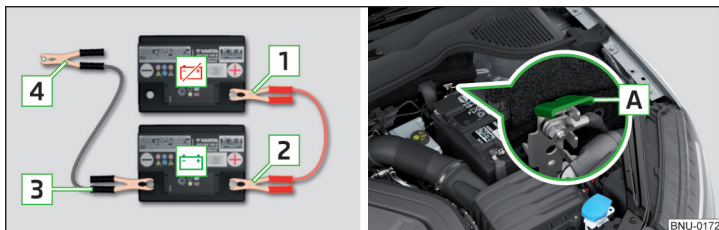

Fig. 326 Démarrage assisté : - batterie déchargée, - batterie d'alimentation / masse du moteur sur le système START STOP
- Sur les véhicules **avec** le système START STOP, branchez la borne **4** sur la masse du moteur **A** » fig. 326 .